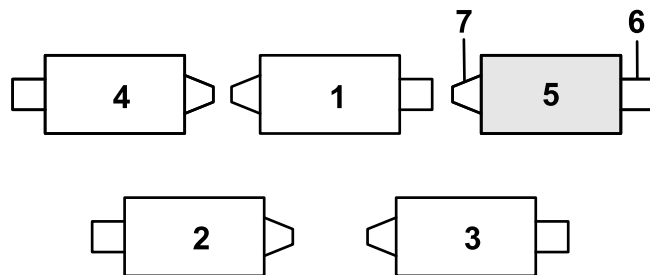

Figura 11
1. Si la chaveta está instalada en el orificio trasero de la varilla de compensación del muelle, retire la chaveta e introdúzcala en el orificio situado junto al soporte (Figura 11).